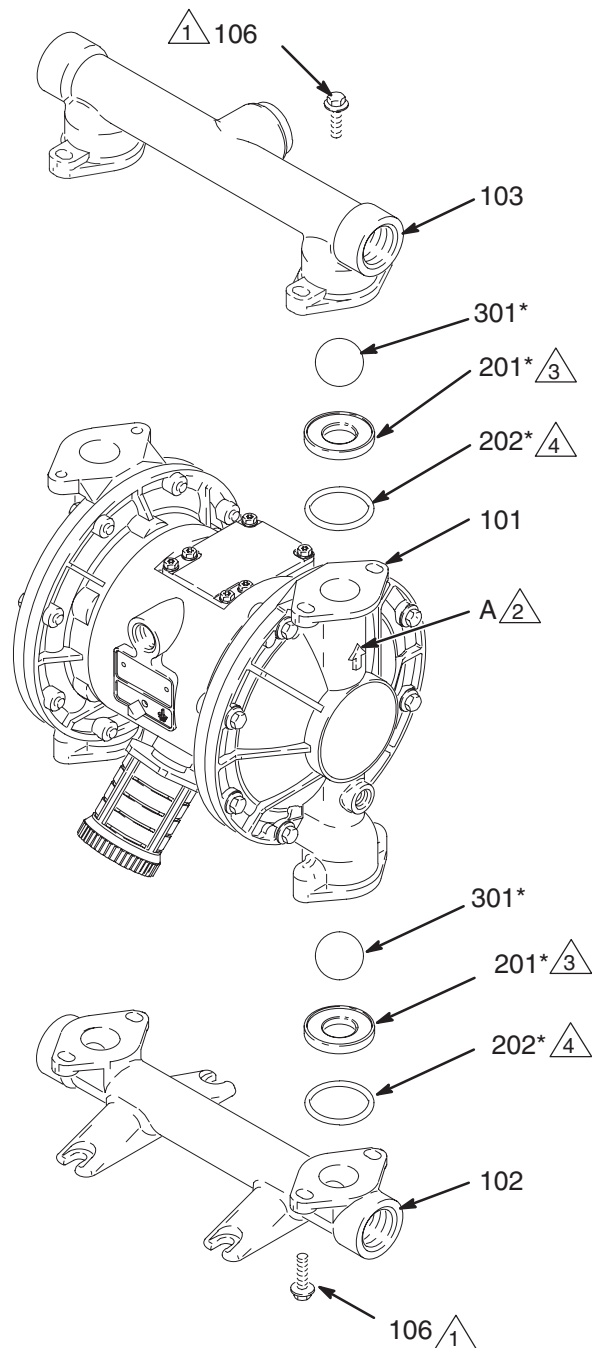

Fig. 12
3. Med en 10 mm topnøgle fjernes de fire bolte (106) og møtrikker (114, *anvendes kun på rustfri stålpumper*), der holder afgangsmansifolde (103) fast på væskedækslerne (101). Se Fig. 12.
4. Fjern O-ringene (202 *anvendes ikke på alle modeller*), sæderne (201) og kuglerne (301) fra mansifolde (103).
5. Vend pumpen på hovedet, og fjern indsugningsmansifolde (102). Fjern O-ringene (202 *anvendes ikke på alle modeller*), sæderne (201) og kuglerne (301) fra væskedækslerne (101).
2. Saml delene i omvendt rækkefølge i henhold til alle noterne på Fig. 12. Sørg for at samle alle kugleholderne og mansifolde **præcis** som vist. Pilen (A) på væskedækslerne (101) **skal** pege mod afgangsmansifolde (103).